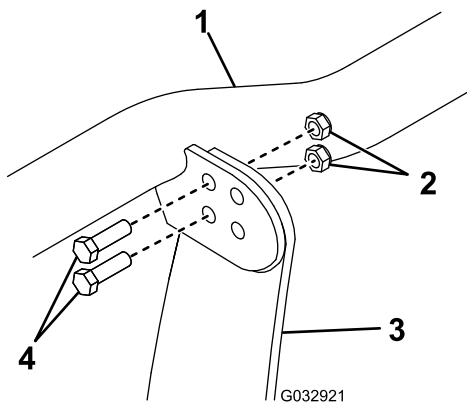

Figure 9
1. Fixez la barre d'éclairage au sommet de la tour d'accouplement par les trous arrière, au moyen de 4 boulons (3/8 x 1-1/4 po) et écrous autobloquants (3/8 po) (Figure 9). Serrez les boulons à 31 N m.